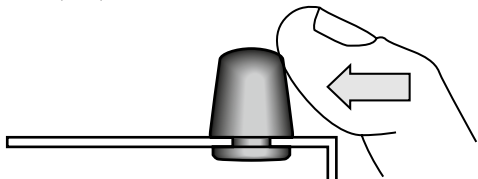

fig.3: quitar las bases de goma
- Si monta el aparato en una caja de 19", podrá quitarle las bases de goma que vienen montadas de fábrica (fig. 3). Ejercer una presión lateral sobre las bases para quitarlas.